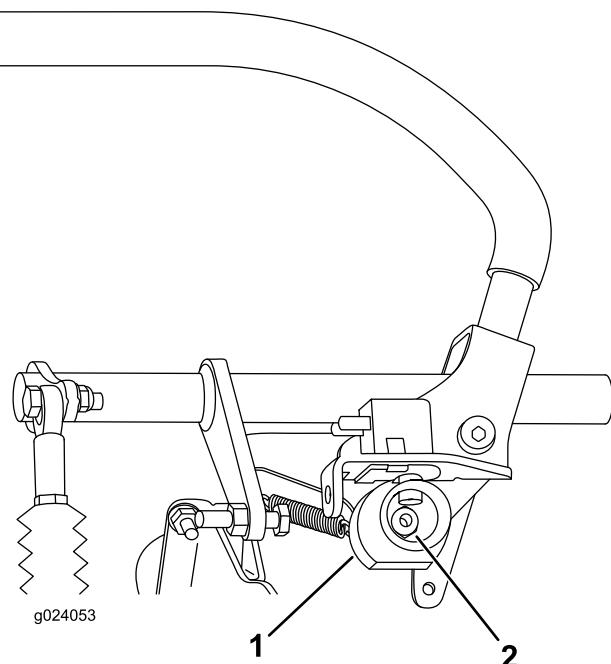

Figure 78
7. Desserrez l'écrou de fixation de la came (Figure 78).